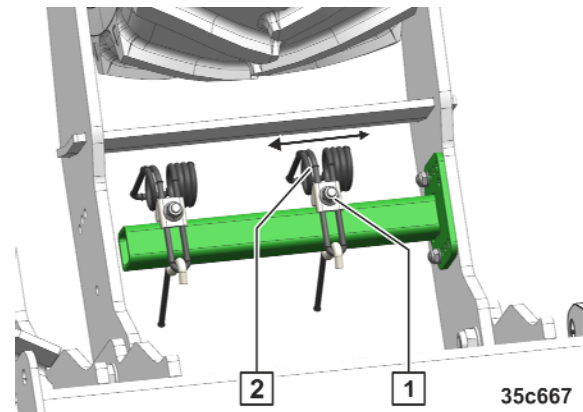

Fig. 201
1. Mutter (Fig. 201/1) lösen.
2. Striegelarm (Fig. 201/2) in die gewünschte Position bringen.